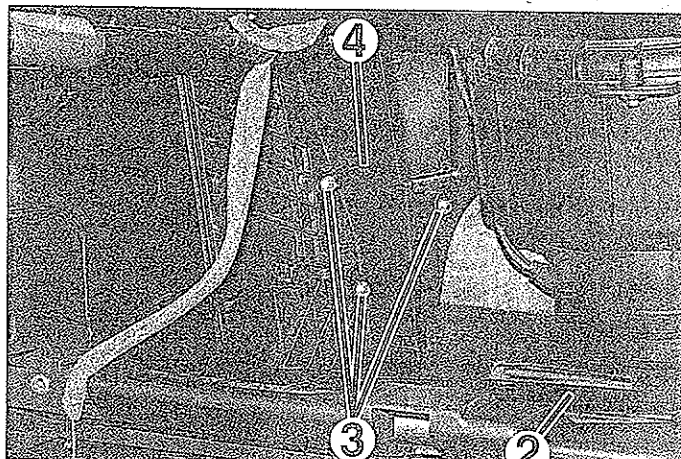
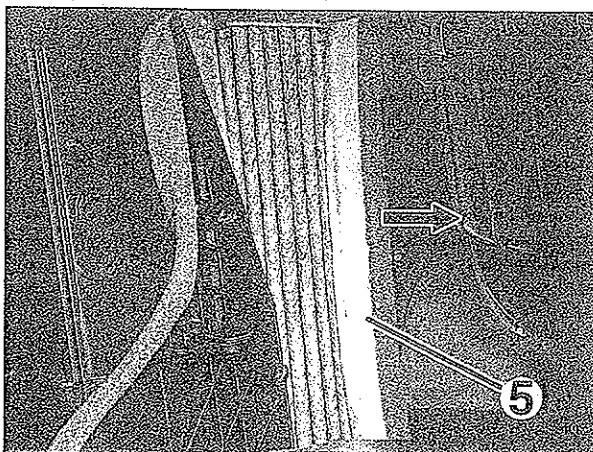

FIG. 6
FIG. 7
- la funda de aire (2) (fig. 6).
- los tornillos de fijación (3) de la carcasa (4) de filtro de habitáculo.
- la carcasa (4) del filtro de aire de habitáculo.
- el filtro de aire de habitáculo (5) (fig. 7).
- Desmontar la tubería (2) de paso de aire a los pies lado pasajero (fig. 6).